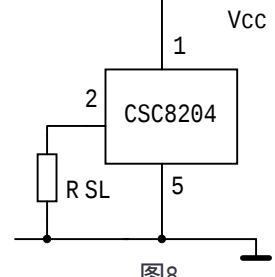

图8
(5) 如图 8 所示, 当电阻 R_{SL} 的值改变时, 起振电流也随之改变。